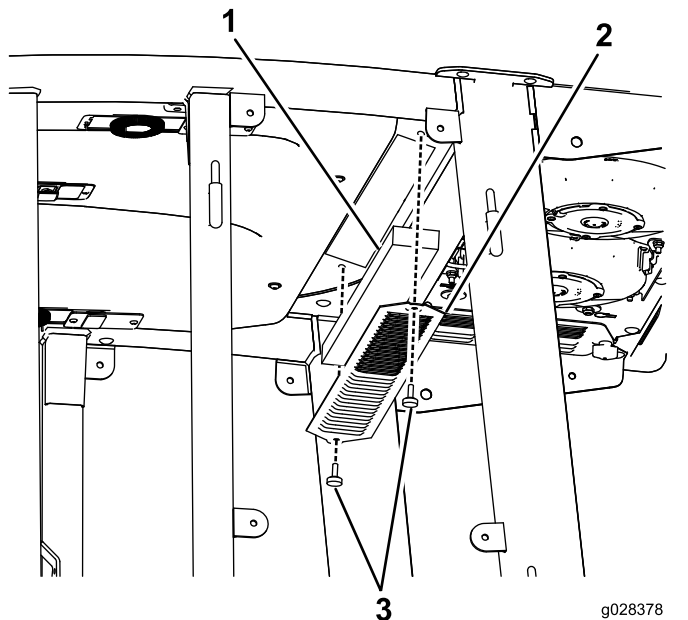
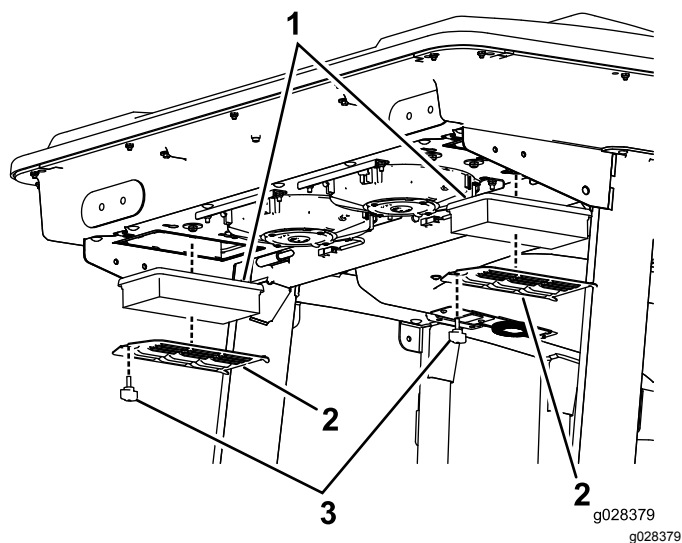
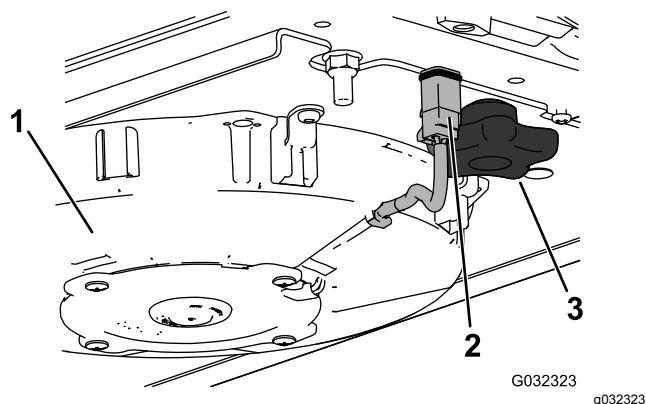
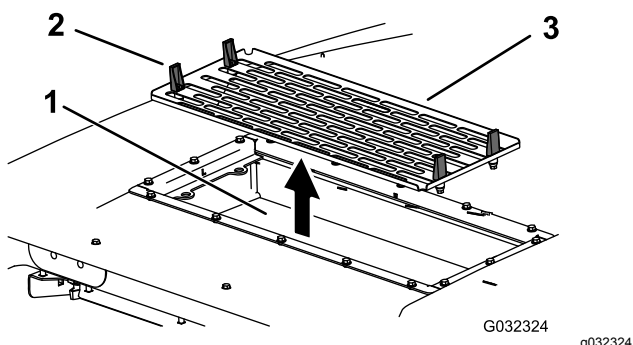

Рисунок 148
Рисунок 149
Рисунок 150
Рисунок 151
1. Выверните винты и снимите решетки у салонного и заднего воздушных фильтров кабины (Рисунок 148 и Рисунок 149).
2. Отсоедините провод от каждого вентилятора (Рисунок 150).
4. Откройте 4 защелки на кондиционере воздуха в сборе и снимите решетку (Рисунок 151).
5. Снимите воздушные фильтры (Рисунок 149).
7. Установите воздушные фильтры, сетку и вентилятор в сборе (Рисунок 149, Рисунок 150 и Рисунок 151).
8. Подсоедините провод к каждому вентилятору (Рисунок 150).